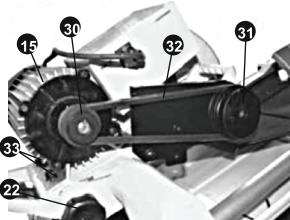

рис. 3
- Для регулировки натяжения ремня привода 32 (рис. 3) ослабьте гайки крепления 33 (рис. 3) электродвигателя, переместите его в сторону натяжения или
ослабления натяжения ремня и, удерживая электродвигатель, гайками 33 (рис. 3) зафиксируйте его положение. Чрезмерное натяжение ремня привода может привести к его преждевременному износу, а недостаточное натяжение к проскальзыванию при нагрузке на шкивах 30,31 (рис. 1);